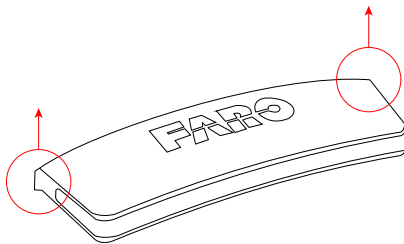

Figure 4-10 Tire aquí para quitar
2. Retire el indicador de estado sujetándolo con dos dedos por las esquinas que se muestran en Figure 4-10 y tirando verticalmente.